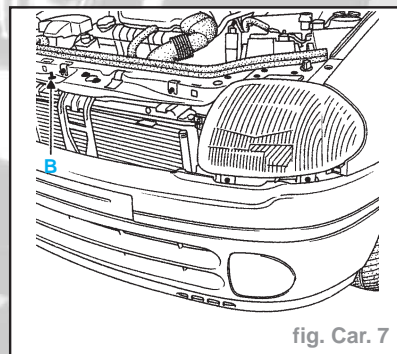

fig. Car. 7
Nota : le positionnement de la grille de calandre par rapport à la traverse supérieure de façade est assuré par le centreur (B) (fig. Car. 7).